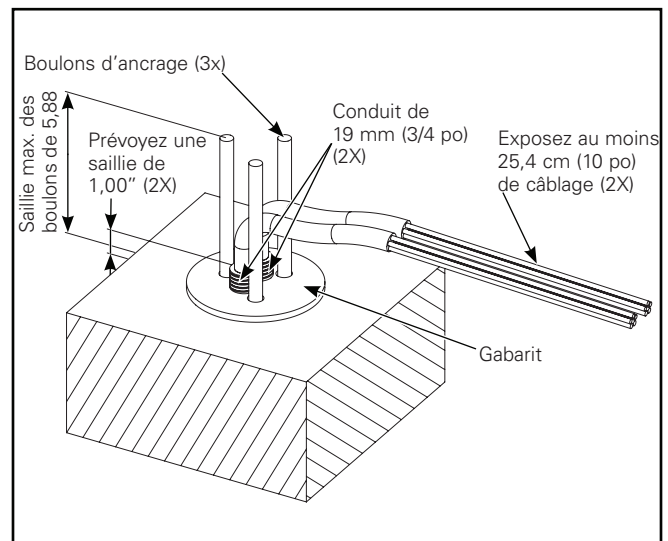

Figure 1.
Comment procéder à l'installation (Figure 1. - Figure 4.)
1. Installez les éléments d'ancrage de fondation et le conduit en utilisant le gabarit d'ancrage fourni comme illustré. (Figure 1.)